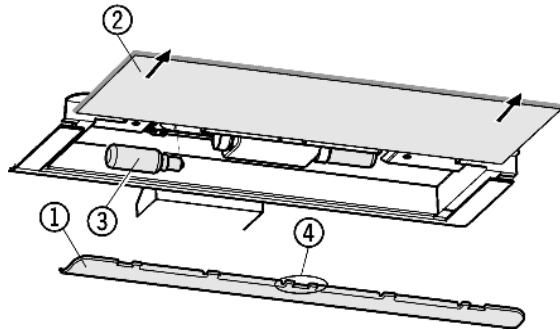

Fig. 18
- Снятие накладки Fig. 18 (1): сзади возьмитесь пальцем за накладку и снимите её с фиксатора.
- Извлеките стеклянную полку Fig. 18 (2).
- Лампу накаливания Fig. 18 (3) заменить.
- Установка накладки на место: защелкните справа и слева, следя за тем, чтобы средний крюк Fig. 18 (4) захватил стеклянную полку.